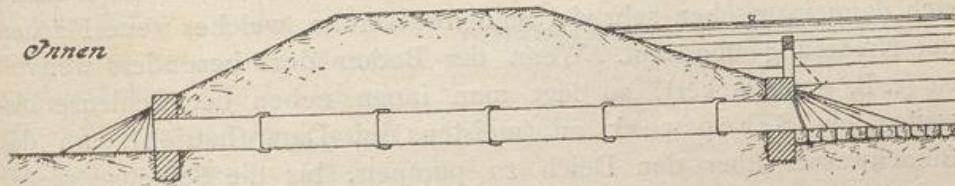

Abb. 586.
6. Binnenentwässerung. Deichschleusen. Die Wasserleitung aus dem Binnenlande nach dem Flusse darf durch die Deiche nicht behindert werden. Die Durchlässe, welche im Deiche angelegt werden, nennt man Deichschleusen oder Siele (*Schl* in Abb. 580). Sie liegen in der Regel im Zuge von Entwässerungsgräben. Für gewöhnlich stehen die Schleusen offen, bei Hochwasser müssen sie aber geschlossen werden. Je nach der Menge des abzuführenden Binnenwassers werden die Schleusen verschieden weit gebaut. Man unterscheidet den mittleren Teil der Schleuse, das Außen- und das Binnenhaupt. Am einfachsten sind Rohrdurchlässe von eisernen oder Zementbetonrohren, außen aber immer mit eisernem Kopfstück. An diesem sitzt eine eiserne Klappe (Abb. 586), welche oben ein Scharnier hat. Für gewöhnlich ist die Klappe aufgezogen und vermittels einer kurzen Kette angehakt (punktiert). Bei drohendem Hochwasser wird die Klappe herabgelassen und durch den Druck des Außenwassers angepreßt, so daß sie dicht schließt. Zum besseren Schluß ist die
Anschlagfläche der Rohrmündung schräg nach außen geneigt (durch einen Gummiring um diese wird die Dichtung bisweilen noch befördert). Zum besseren Anschluß an die äußere Deichböschung erhält die Rohrschleuse meistens ein gemauertes Außenhaupt, welches das Durchquellen längs dem Rohrkörper verhindert, oft außerdem auch ein gemauertes Binnenhaupt (Abb. 586). Bei größeren Binnenwassermengen